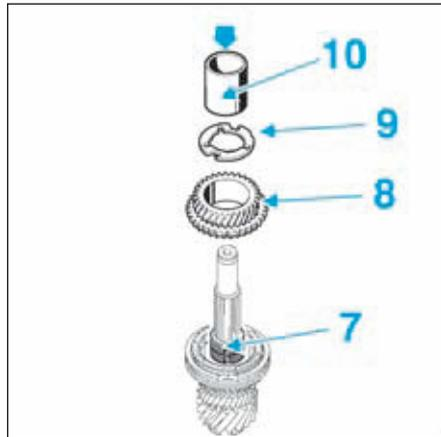

FIG.29
- Poser la bague sous pignon fou de cinquième (6) à l'aide d'un mandrin de diamètre approprié (indice "N") et appliquer une pression de 5 tonnes avec la presse d'atelier.
- Mettre en place la cage à aiguilles (7) (Fig.29).
- Reposer le pignon fou de 5° (8) muni de sa synchronisation, la rondelle cannelée (9) puis la bague sous pignon fou de 2° (10) à l'aide d'un mandrin de diamètre approprié (indice "N") et appliquer une pression de 5 tonnes avec la presse d'atelier.